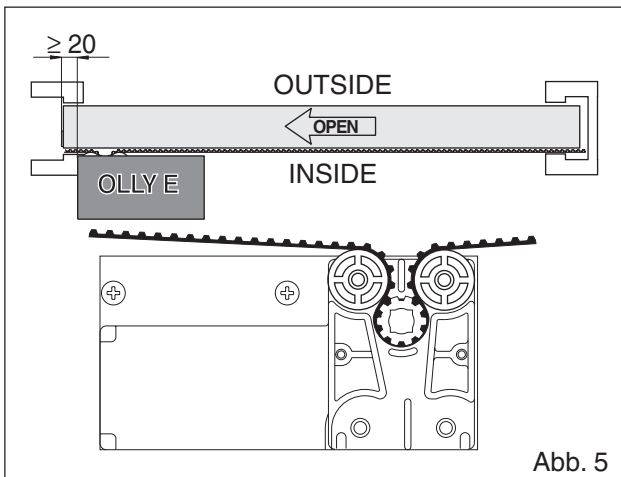
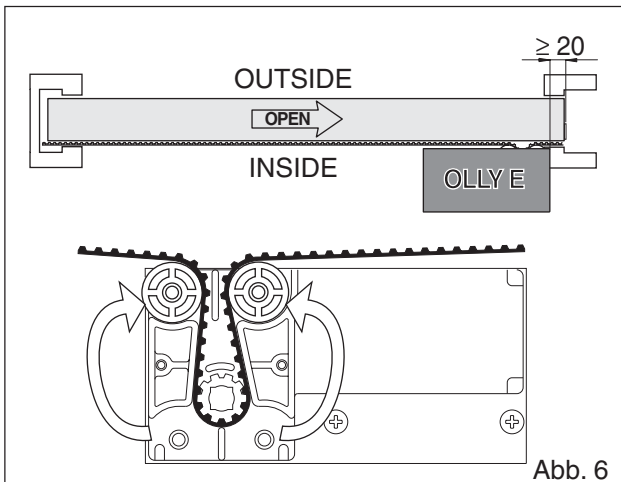
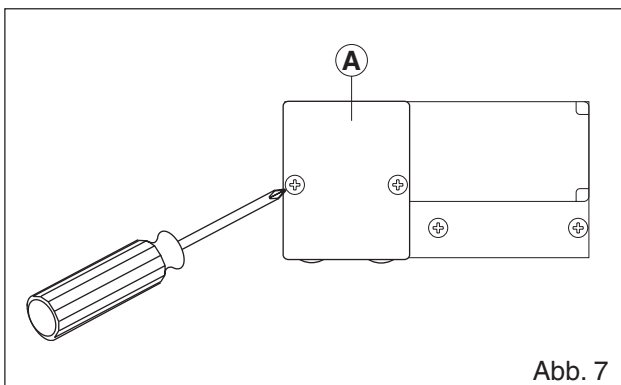

Abb. 5
Abb. 6
Abb. 7
- 3.1 Prüfen Sie zuerst die Montagesituation: Öffnung nach links (Abb. 5), Öffnung nach rechts (Abb. 6).
- 3.2 (Abb. 7) Entfernen Sie die Platte [A] und setzen Sie den Riemen wie in Abb. 5 oder 6 gezeigt ein. Verschließen Sie die Platte [A] wieder.